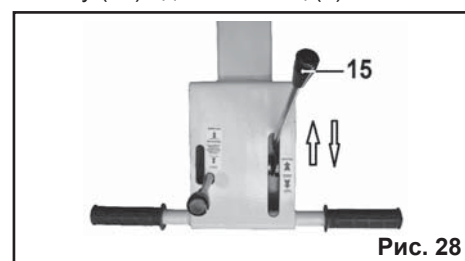

Рис. 28
9.4. Теперь с помощью рычага управления направлением движения (15) можно начать движение вперед (Рис. 28) или назад и остановить каток.